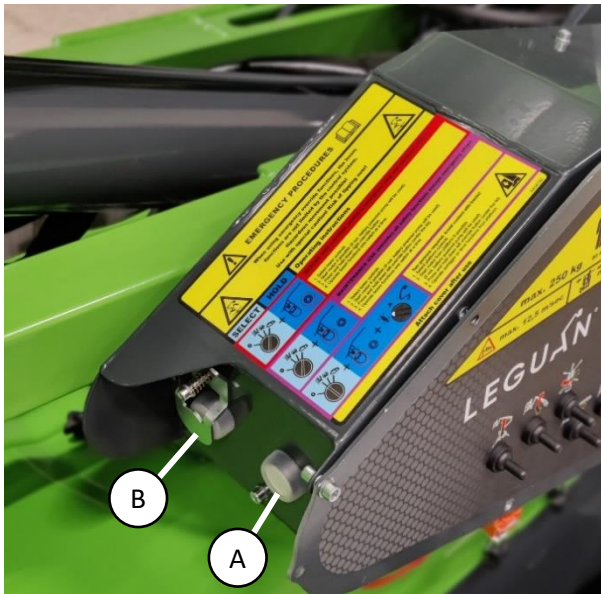

Abbildung 13. Überbrückungstaten
Für eventuelle Notsituationen ist die Zugangsplattform mit einer Lastkontrolle und einer Überbrückungstaste für die Not-Aus-Taste (Abbildung 13 (A)) ausgestattet. Die Taste darf nur in **extremen Notsituationen** betätigt werden, z.B. wenn der Bediener auf der Plattform das Bewusstsein verloren hat, die Not-Aus-Taste betätigt wurde und die Plattform zu seiner Sicherheit abgesenkt werden muss. Die Plattform muss in Richtungen bewegt werden, die das Kippmoment verringern (zur Mitte der Maschine hin). **Der Hersteller ist nicht für den Missbrauch der Funktion verantwortlich!** Die Überbrückungstaste befindet sich auf der linken Seite des
3. Drücken und halten Sie die Überbrückungstaste, die sich näher am Bediener befindet (Abbildung 13 (A)).
Für eventuelle Notsituationen ist die Zugangsplattform mit einer Taste zur Überbrückung der Sicherheitsfunktion (Abbildung 13 (B)) ausgestattet. Sie ermöglicht den Betrieb von Fahr-, Stütz- und Auslegerfunktionen in Fehlersituationen. Die Funktion kann zum Beispiel genutzt werden, wenn ein Sensor defekt ist und die Maschine zur Reparatur an einen sicheren Ort gebracht werden muss. **Mit äußerster Vorsicht und nur in Notsituationen verwenden!**
3. Drücken und halten Sie die Überbrückungstaste unter dem Deckel, die sich weiter vom Bediener entfernt befindet (Abbildung 13 (B)).